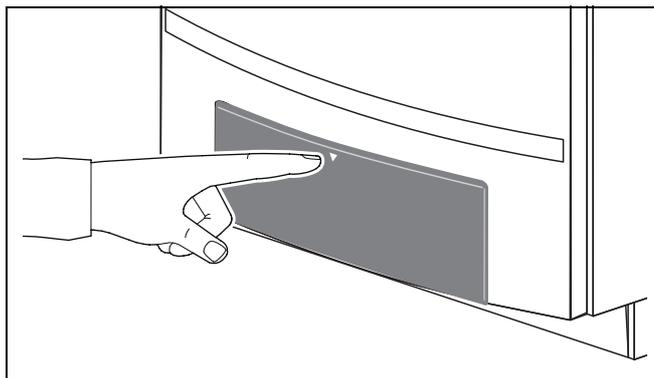

Fig. 54 Aprire il pannello di servizio
- Aprire il pannello di servizio premendolo (fig. 54).